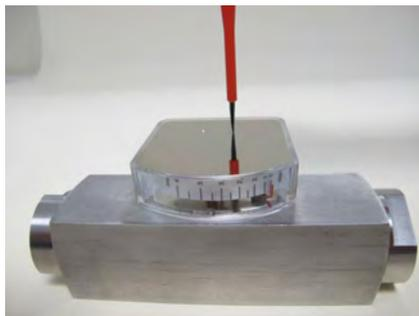

Abb. 38: Anzeige-Deckelplatte lösen
1. ► Befestigungsschrauben der Anzeige-Deckelplatte lösen (Abb. 38)